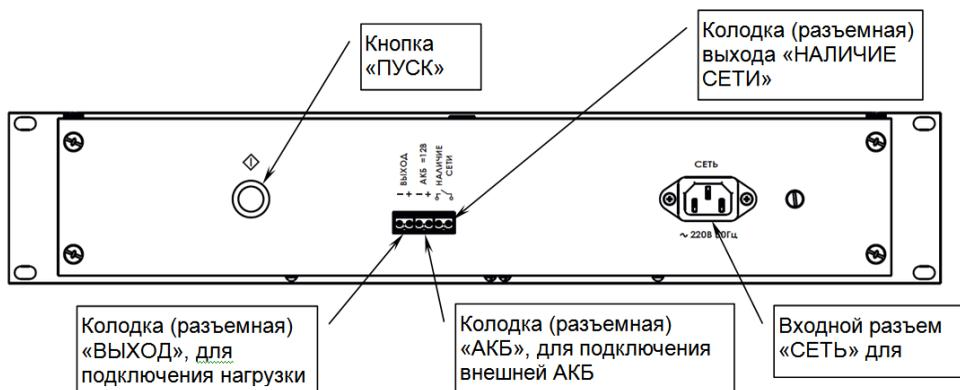

Рисунок 2 – задняя панель изделия
На задней панели изделия расположены (см. рисунок 2):
Включение изделия после замены АКБ при отсутствии напряжения питающей сети осуществляется кнопкой «ПУСК» (см. рисунок 2).
**Выполнить подключение изделия при отключенном сетевом напряжении в следующей последовательности (см. рисунок 2):**